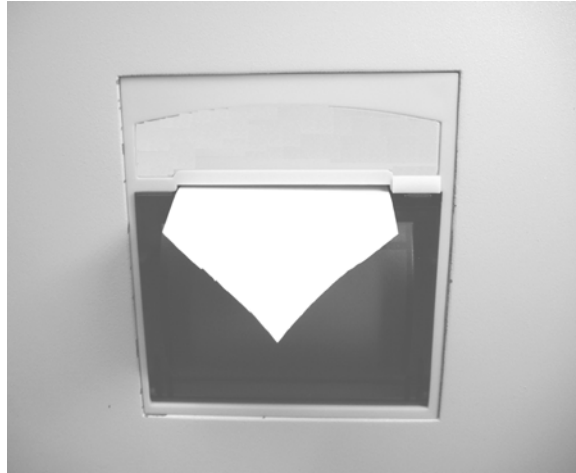

Abbildung 4-10 Schliessen der Abdeckung des Rekorders
14. Schliessen Sie die Abdeckung des Rekorders, wie in Abbildung 4-10 dargestellt.